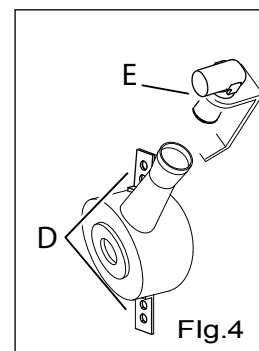

Fig. 4
- dévisser la vis de la prise de pression (Fig. 4) ;
- Dévisser les vis de fixation du brûleur (Fig. 4/D) et le raccordement à l'alimentation (Fig. 4/E)